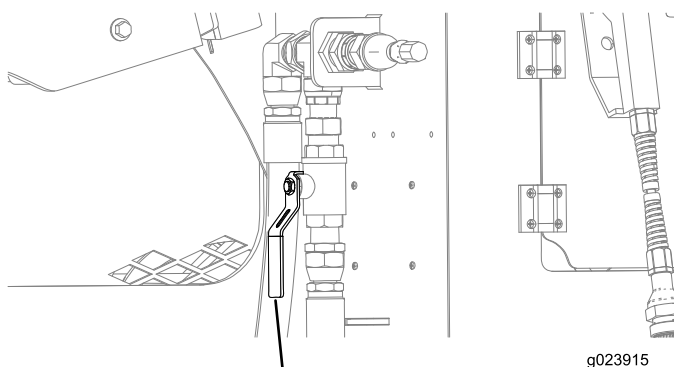

Figura 128
B. Abra la válvula situada cerca del compartimento trasero (Figura 128).